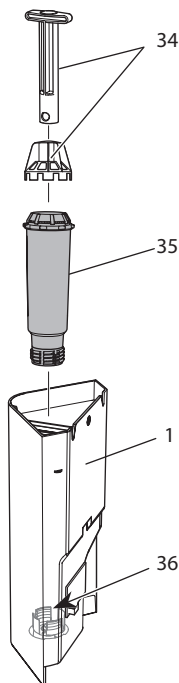

Abb. 19: Wasserfilter ein- oder ausschrauben
7. Setzen Sie einen neuen Filter in den Wassertank ein (siehe Abb. 19).
2. Entfernen Sie den Wasserfilter (siehe Abb. 19).